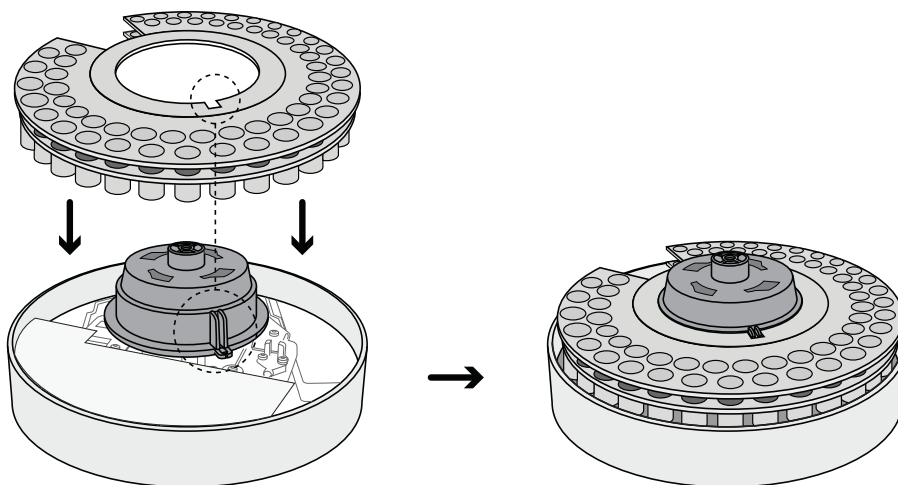

Figure 59 Placez la tourelle sur la fente de la tourelle
- 2 Alignez les encoches du moyeu de la tourelle à la fente intérieure de la tourelle, et placez la tourelle sur le moyeu (Figure 59).